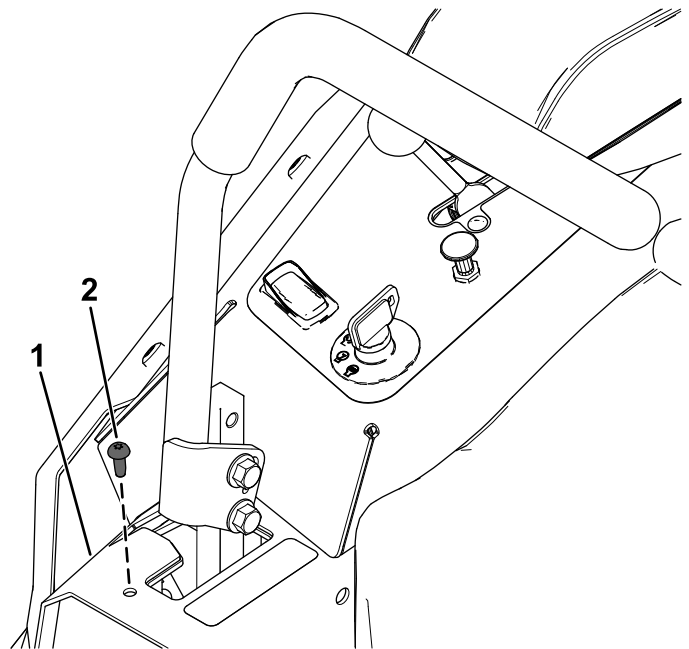

Figur 9
2. Før kablerne mellem kontrolkassen og udblæsningsslisen som vist i Figur 9 for at undgå at beskadige kablerne gennem hele klippehøjdeområdet.
Vigtigt: Sørg for, at du fører kablerne væk fra forsiden af skjoldløftpedalen som vist i Figur 9, så du ikke beskadiger kablerne.